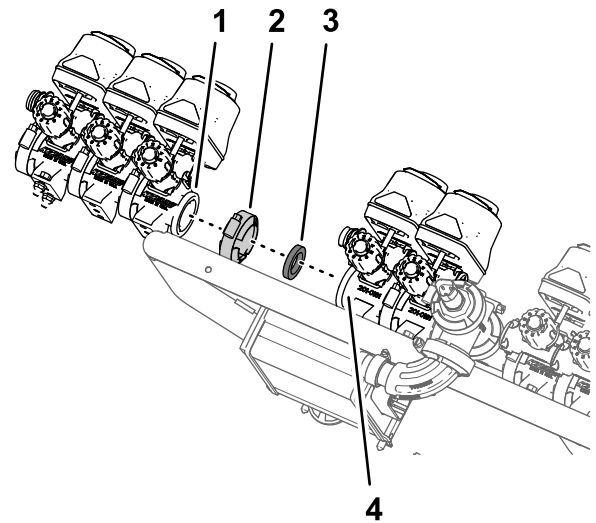

図 105
1. boomバルブ 3 個 図 105 ステップ S8 マニホルドマウントからboomバルブを外す (ページ 33) で外したものを、バルブ 7 番のフランジに取り付けるステップ 4 マニホルドマウントからboomバルブを外す (ページ 33) で取り外したフランジクランプとガasketを使用する。